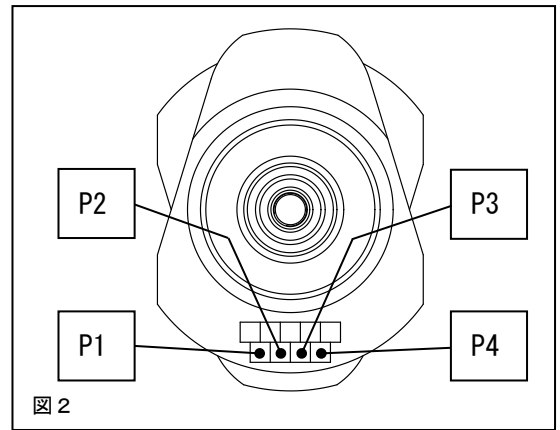

図2
3. 4 分類記号を確認する場合は図2を参考にしてください。